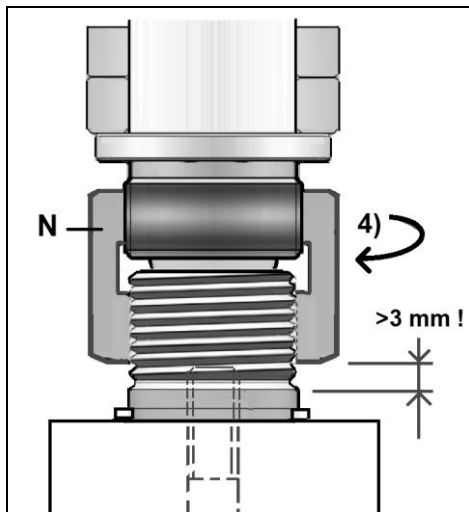

Fig 14
4) Maintenir l'écrou différentiel serré (N) avec la clé à fourche livrée (Fig 14&15).